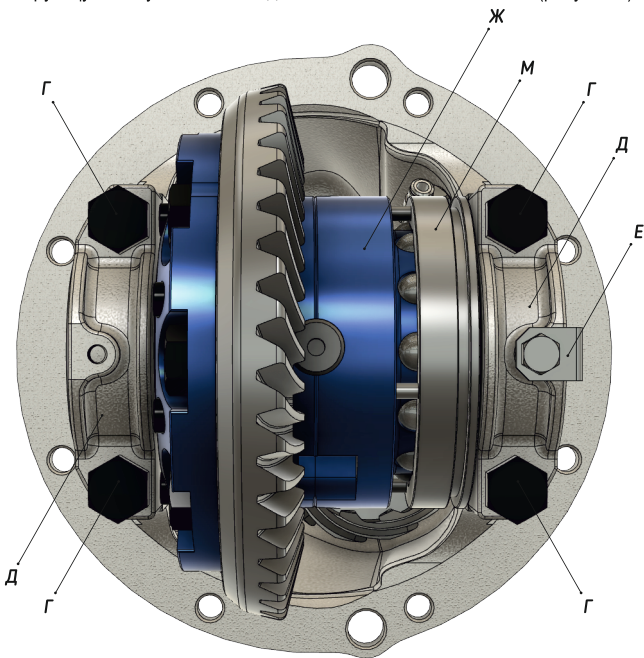

Рисунок 5
- 2.3 Установите фиксирующую скобу «Е» в необходимое положение и затяните её (рисунок 5).
- 3.2 Установите блокирующую муфту «М» в крайне правое положение (рисунок 5).
- 3.3 Установите кронштейн «З» в сборе с пневмоцилиндром «И», при этом толкатель «Л» пневмоцилиндра «И» должен находиться в кольцевой канавке блокирующей муфты «М» (рисунок 5,6,7).